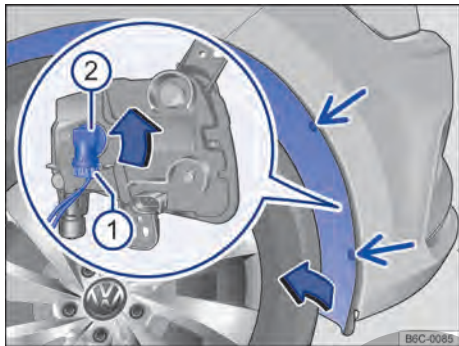

Fig. 166 En la caja de la rueda delantera: acceso a la bombilla del farol de neblina.
- ① Observar la lista de control y ejecutar las acciones → pág. 209.
- ② Retirar los tornillos de fijación del guarnecido del pasarruedas → **fig. 166** (flechas) con la ayuda de un destornillador.
- ③ Tomar el guardabarros de los bordes entre los agujeros de los tornillos de fijación sueltos y presionar un poco hacia el lado interior del vehículo, para poder soltar el clip de adentro.
- ④ Rebatir con cuidado el guardabarros hacia el costado.
- ⑤ Desencajar el conector de alimentación de la lámpara → **fig. 166** ①, presionar al mismo tiempo, la traba de fijación del conector.
- ⑥ Girar el portalámparas → **fig. 166** ②, en sentido antihorario hasta el tope y desencajarlo del alojamiento.
- ⑦ La lámpara del farol de neblina está fijada en el portalámparas, debiendo cambiarse el conjunto de lámpara y portalámparas.
- ⑧ Cambiar la bombilla quemada por una bombilla nueva del mismo modelo.
- ⑨ Presionar el portalámparas en el farol y girarlo en sentido horario hasta el tope.
- ⑩ Asegúrese de que el portalámparas esté correctamente fijado al farol.
- ⑪ Encajar el conector de alimentación ① en el portalámparas, el conector debe encajarse audiblemente.
- ⑫ Rebatir nuevamente el revestimiento de la caja de la rueda, de modo que el clip de adentro encaje.
- ⑬ Volver a colocar los tornillos de fijación → **fig. 166** (flechas) y ajustarlos.